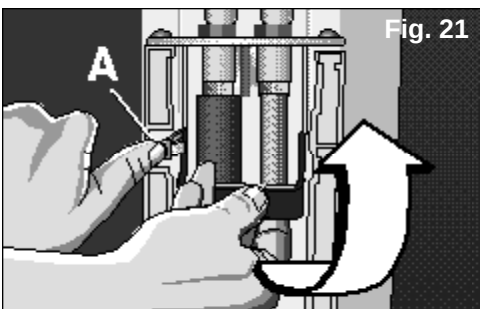

Fig. 21
- ❑ Mantenha premido o trinco **A** que assegura a posição da alavanca. Puxe-a para cima (tenha cuidado com o impulso da alavanca), certificando-se de que fica na posição de máxima altura, **Fig. 21**.
Certifique-se de que a alavanca ficou presa pelo trinco de segurança A, Fig. 21. Só assim a ligação terá sido efectuada correctamente.